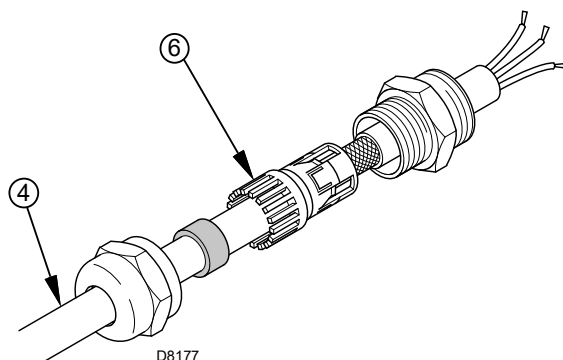

Abb. 24
- Unter Benutzung des Anschlussstücks 6) Die Abschirmung des vom VSD (Inverter) kommenden Kabels 4) wie auf Abb. 24 beschrieben durchführen;